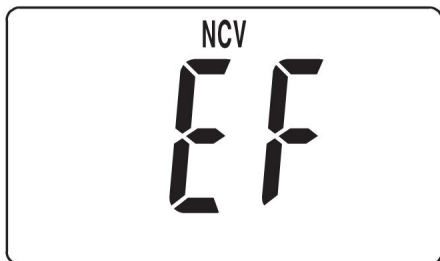

Figura 3
1. Impostare il commutatore rotativo in posizione NCV. Il display mostra "EF" (fare riferimento alla Figura 3).